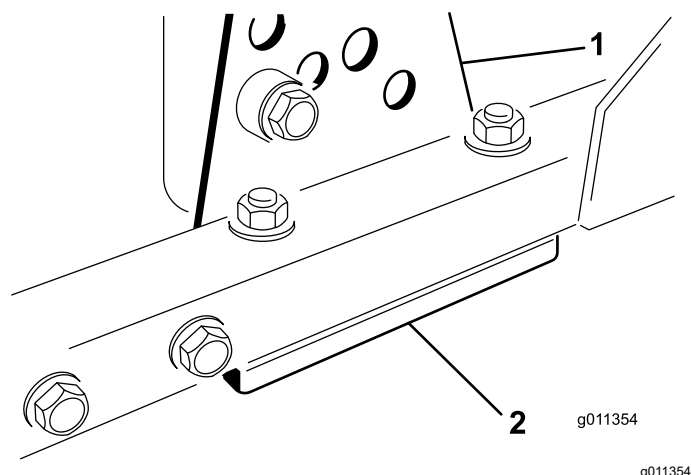

Figura 96
1. Togliete la staffa dell'altezza di taglio (anteriore, sinistra o destra) dal telaio dell'apparato di taglio (**Figura 96**).
2. Regolate gli spessori da 1,5 mm e/o gli spessori da 0,7 mm tra il telaio dell'apparato di taglio e la staffa per ottenere l'impostazione dell'altezza desiderata (**Figura 96**).